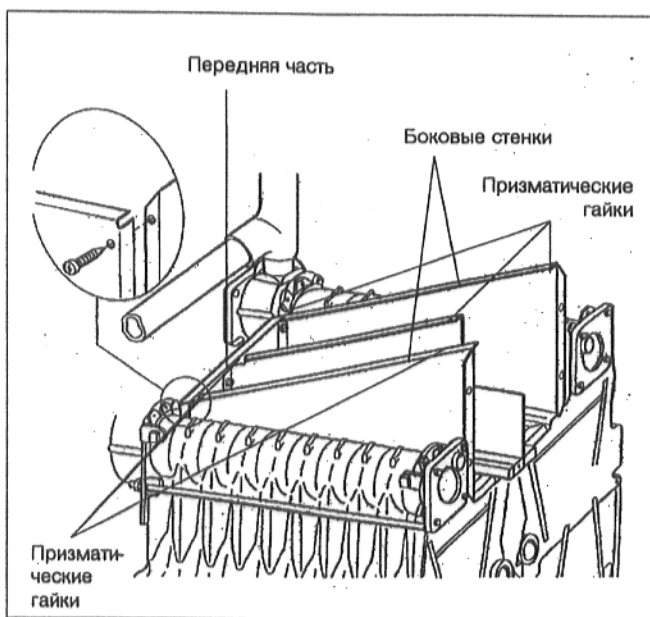

Рис. 17
- Вставить сначала одну, а потом другую боковую стенку в направляющий паз и привинтить к передней части (рис.17).